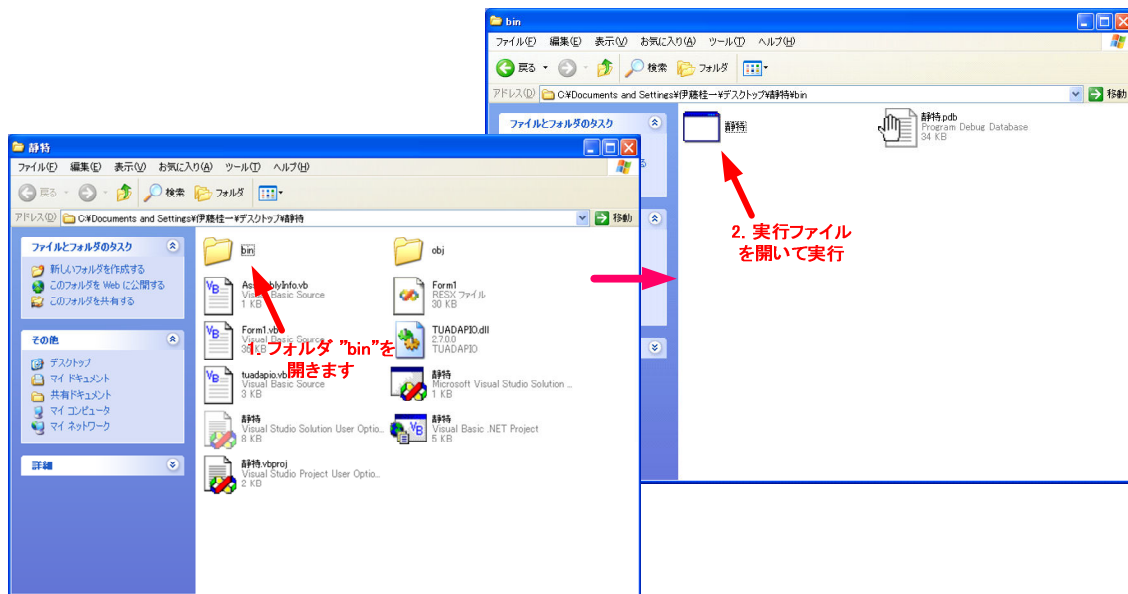

図 2.1 実行ファイルの場所
1. フォルダ“静特”の中にあるフォルダ“bin”を開きます (図 2.1 参照)。